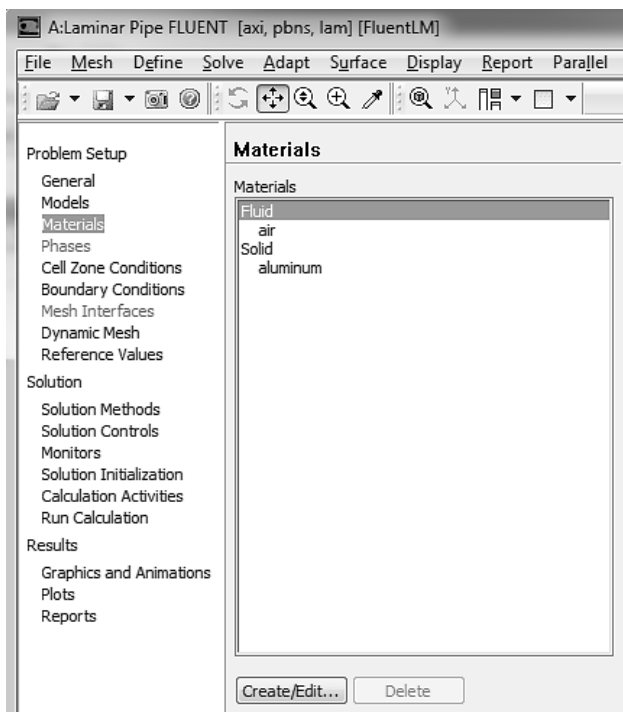

Рис. 1.41
- 1) Для создания жидкости с такими свойствами выполняем следующие действия: Materials→Fluid→Create/Edit, рис. 1.41.